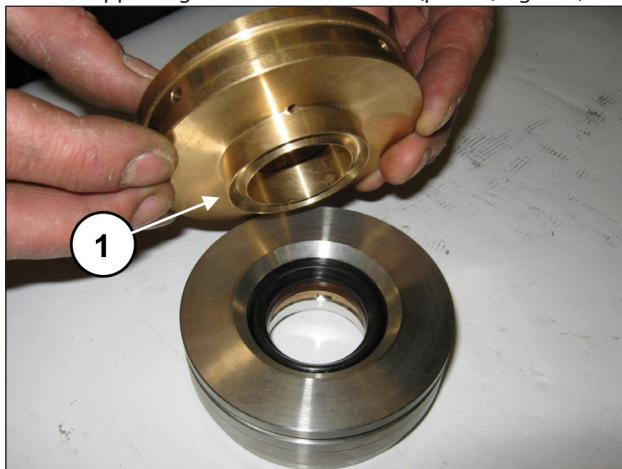

Fig. 181
Unire il supporto guarnizioni alla camicia (pos. ①, Fig. 181).